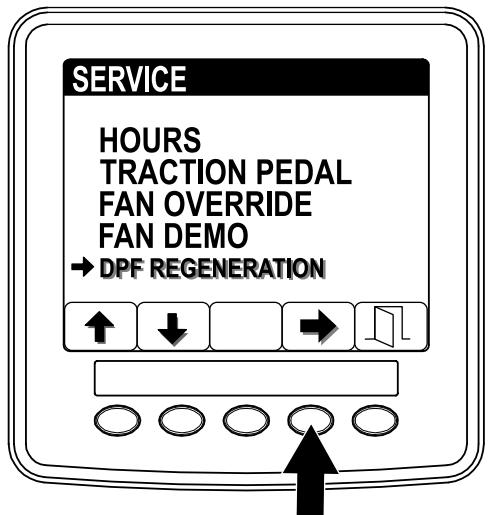

Bild 35
- Öffnen Sie das Menü „Service“ und drücken Sie die Tasten 1 oder 2, um auf die Option DPF REGENERATION zu navigieren (Bild 35).
- Drücken Sie die Taste 4, um den Eintrag „DPF Regeneration“ auszuwählen (Bild 35).